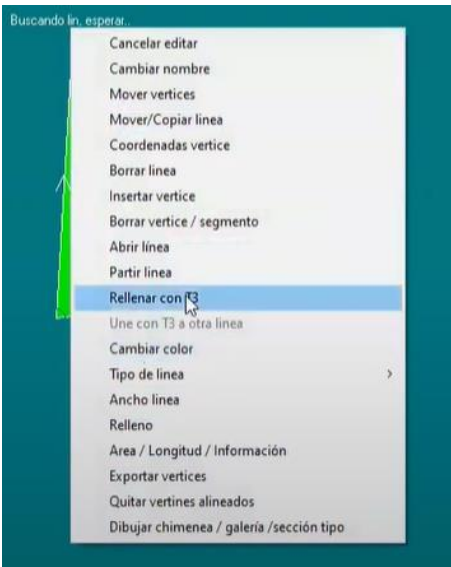

Figura 261. Relleno.
70. Para que la poligonal tenga relleno, con la opción “Editar líneas” activa, dar clic en cualquier vértice y seleccionar la opción “Rellenar con T3”. Figura 261.